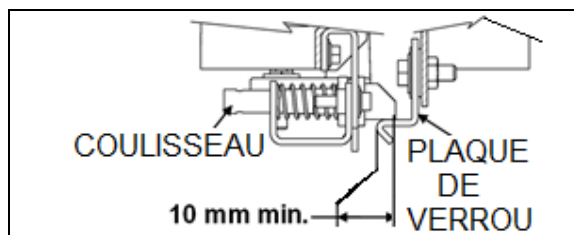

FIGURE 129:
- Procéder à l'ajustement transversal en déplaçant la plaque d'alignement et de verrouillage à l'aide des rainures (trous de montage) (Figure 129:).